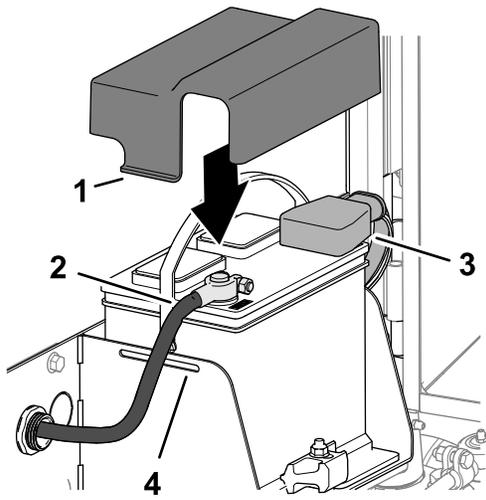

图 86
- 将正极电池接线红色安装到正极 (+) 电池接线柱上 图 86。